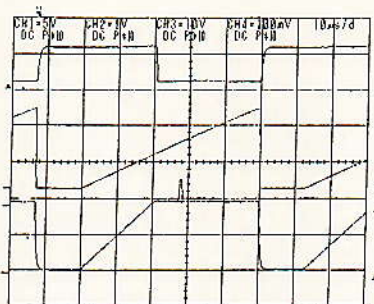
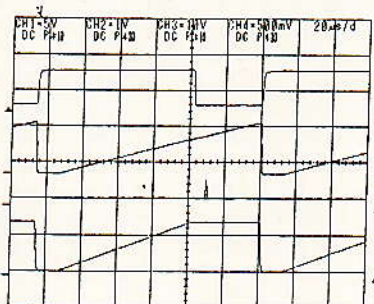

Figure 15 : évolution de $V_c, V_{c_{ext}}, Q_3, V_{c5}$, pour $C_{ext} = 100 \text{ pF}$ on obtient ici $T = 20 \mu\text{s}$.
Figure 17 : même chose pour $C_{ext} = 470 \text{ pF}$ on obtient ici $T = 70,5 \mu\text{s}$.
tandis que la tension V_{REF} est égale à $3,47/3,7 = 0,94\text{V}$. Cela permet de déterminer le temps de charge T pour une valeur donnée de C_{ext} . Les figures 15, 16 et 17 donnent les tensions et les temps (T) obtenus pour $C_{ext} = 100, 200$ et 470 pF environ (20, 36 et 70 μ s respectivement), les temps théo-
$I_2 = (3,47 - 2,5)/47 \cdot 10^3 = 20,6 \mu\text{A}$ environ. On peut ici calculer la tension de sortie, c'est-à-dire la tension échantillonnée. Pour une capacité de C_5 de 2000 pF, et un temps $T = 70,5 \mu\text{s}$, on doit obtenir $V = 0,66 \text{ V}$. C'est très exactement la valeur obtenue sur le tracé inférieur de la figure 17. De même, pour $C_{tot} = 130 \text{ pF}$ ($100 + 20 + 10$), on doit obtenir $V = 0,18 \text{ V}$, valeur en très bon accord avec la mesure (0,19 V) de la figure 15.